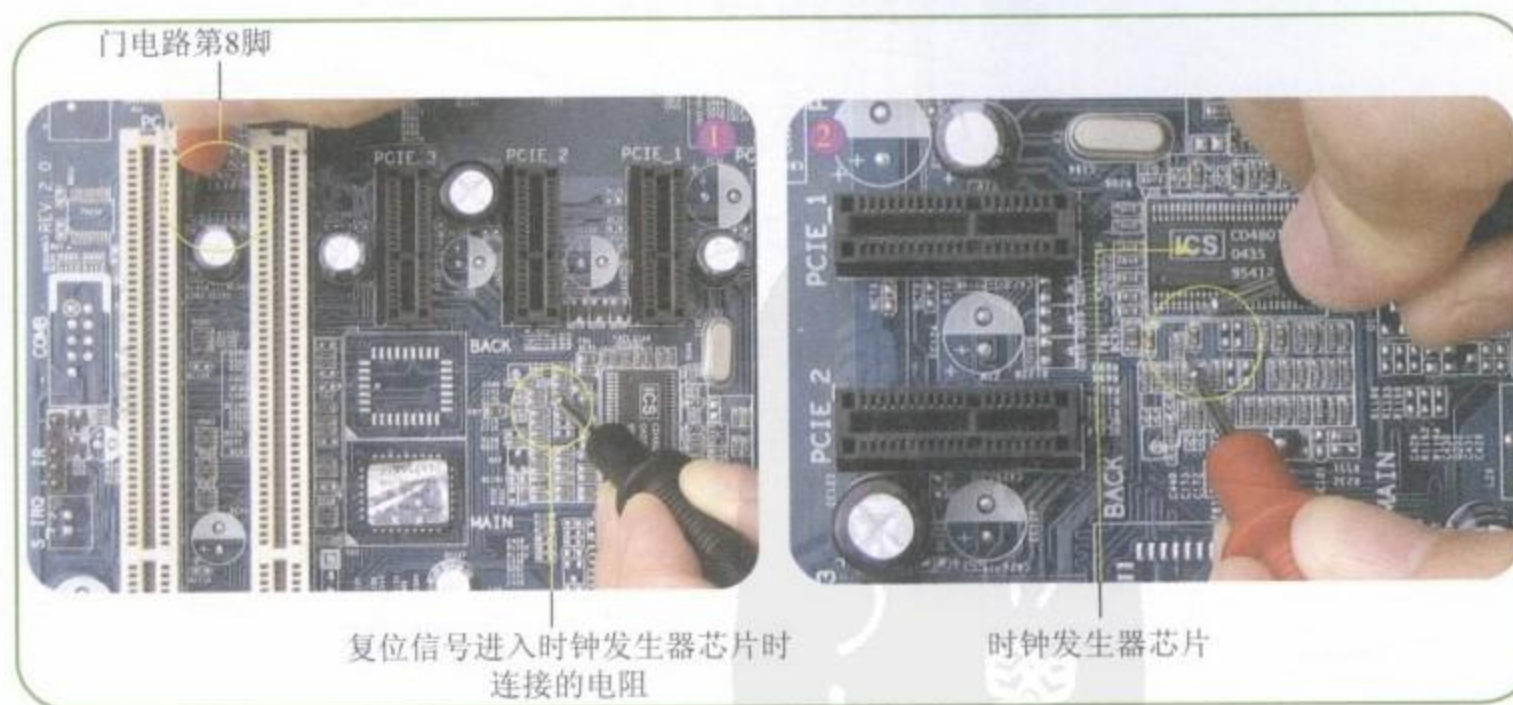

图10-17 测量门电路连接到时钟芯片的线路
Step 05 测量门电路74HC14D第8脚连接到时钟发生器芯片的线路，如图10-17所示。